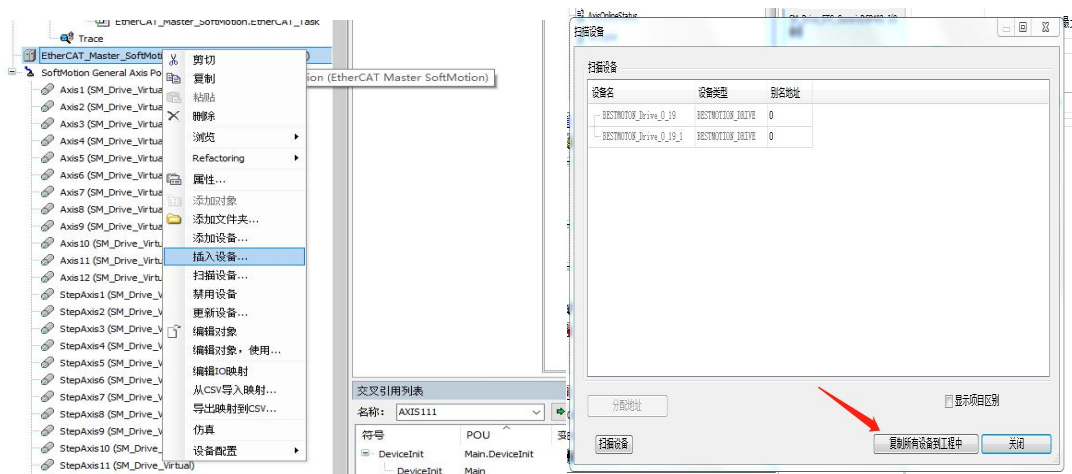

图 2-6-22 CodeSys 工程添加硬件
17、退出程序之后，需要扫描并且添加硬件（若此处下面有硬件，可以全部选中，按下键盘 Delete 键删除），如图 2-6-22；